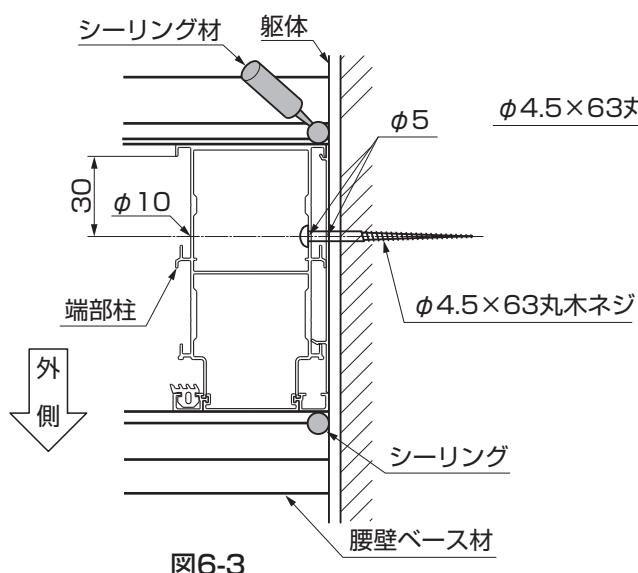
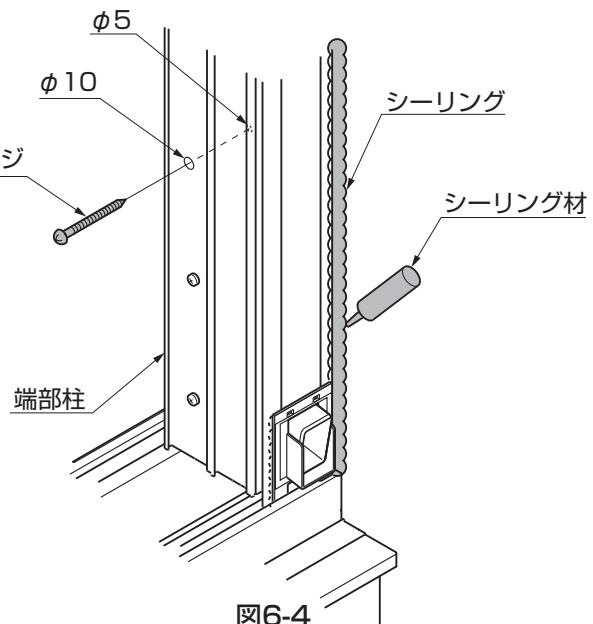

図6-3
図6-4
②端部柱と車体を、「 $\phi 4.5 \times 63$ 丸木ネジ」で取付けてください。(図6-3、図6-4参照)
③端部柱と車体の取合せ部にシーリングをしてください。(図6-3参照)